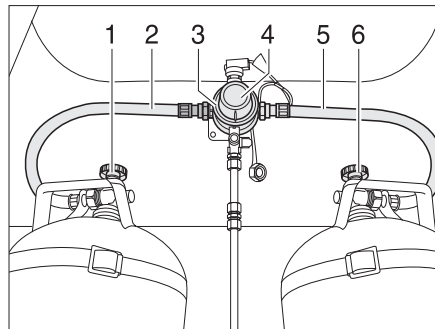
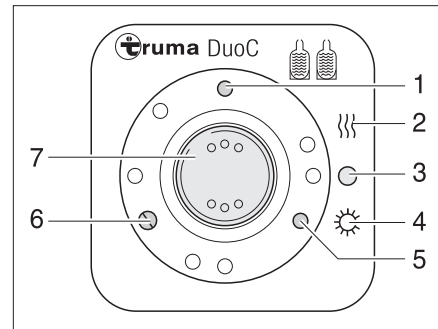

Fig. 160 Instalación de conmutación DuoControl
Fig. 161 Unidad de mando
La instalación de conmutación DuoControl se compone de una válvula selectora (Fig. 160,3) y la unidad de mando (Fig. 161). La válvula selectora está montada entre las gomas del gas (Fig. 160,2 y 5). Con el botón giratorio (Fig. 160,4) en la válvula selectora se puede determinar cuál de las bombonas de gas se utilizará como bombona de servicio y cuál bombona de gas como bombona de reserva.
En la unidad de mando (Fig. 161) únicamente pueden conmutarse las funciones eléctricas. Las llaves de paso principales de las bombonas de gas (Fig. 160,1 y 6) deben abrirse a mano.
La válvula selectora garantiza una presión de gas constante independientemente de cuál sea la bombona de gas que suministre el gas. Las dos luces de control en la unidad de mando indican el nivel de llenado de la bombona de servicio. Al estar encendida la luz de control verde (Fig. 161,6), estará llena la bombona de servicio. Al estar encendida la luz de control roja (Fig. 161,5), estará vacía la bombona de servicio. Entonces, el suministro de gas se realizará a través de la bombona de reserva.
- Abrir las llaves de paso principales en las bombonas de gas (Fig. 160,1 y 6).
- Con el botón giratorio (Fig. 160,4) en la válvula selectora (Fig. 160,3), seleccionar la bombona de gas de la que habrá de tomarse el gas principalmente (bombona de servicio).
- Conectar la instalación de conmutación DuoControl en la unidad de mando (Fig. 161).
Para ello, ajustar el interruptor basculante (Fig. 161,7) en modo de invierno "On y calentar" (Fig. 161,2) o en modo de verano "On" (Fig. 161,4). Ahora, estará purgada de aire la válvula selectora. La luz de control amarilla (Fig. 161,1) estará encendida al haber seleccionado el modo de invierno y estando conectado el deshelador de regulador.
- Poner el interruptor basculante (Fig. 161,7) en "O" (Fig. 161,3). La luz de control amarilla (Fig. 161,1) se apaga.
- Cerrar las llaves de paso principales en las bombonas de gas (Fig. 160,1 y 6).
Las luces de control en la unidad de mando (Fig. 161,5 y 6) señalizan en el interior del vehículo si la bombona de servicio está dispuesta para el funcionamiento.
En caso de que luz de control verde (Fig. 161,6) se apague durante el servicio y se encienda la luz de control roja (Fig. 161,5), estará vacía la bombona de gas seleccionada como bombona de servicio y deberá ser cambiada. La bombona de reserva seguirá suministrando gas a los consumidores de gas.